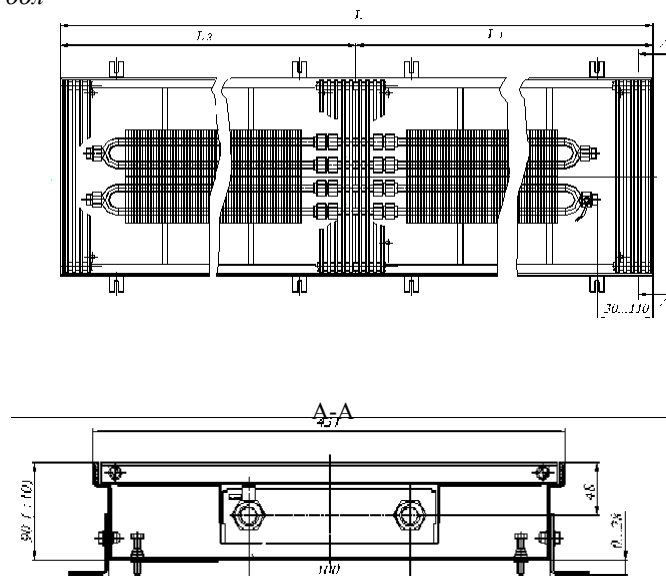

Рис. 2 Конвектор КРКДП 43.09(11).0...300 проходной
- 5.2 Конвектор монтируется в пол, для этого необходимо установить корпус конвектора в заранее подготовленный канал в полу и выровнять его по уровню чистого пола, с помощью упорных болтов 4 закрепив опорами 5 (см. Рис.2).